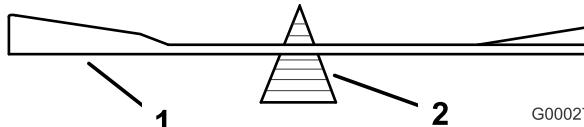

Figure 60
2. Vérifiez l'équilibre de la lame en la plaçant sur un équilibrer (Figure 60).